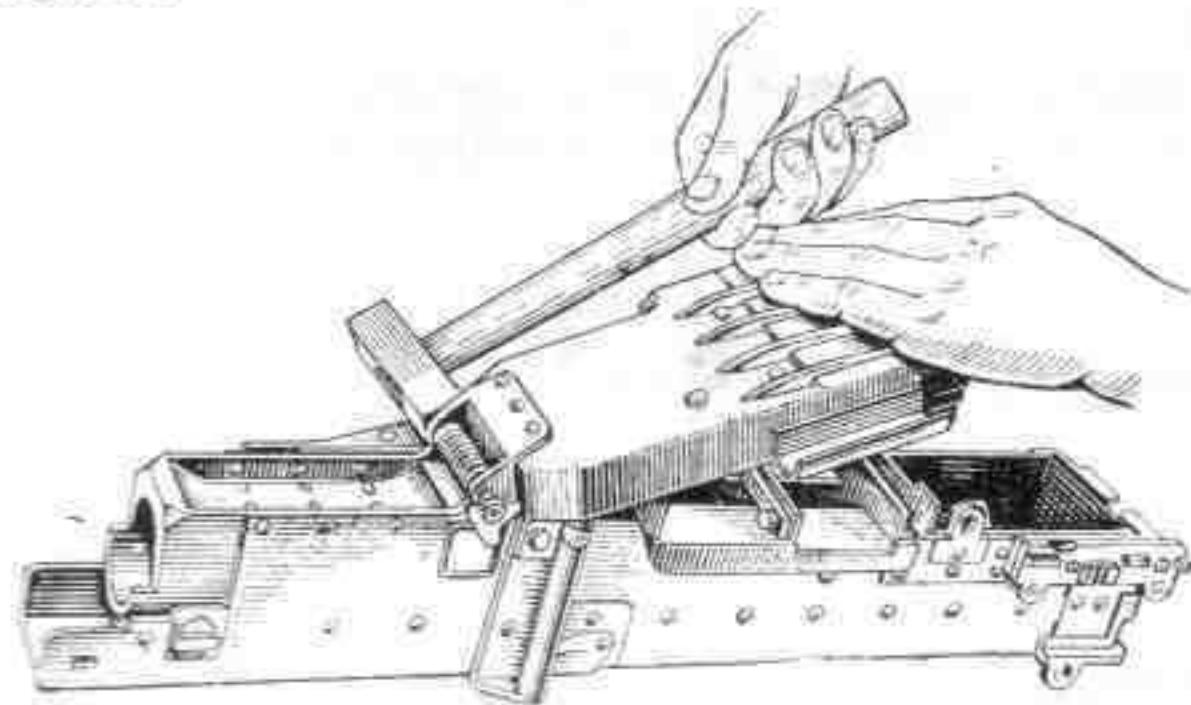

Рис. 15. Отделение оси крышки приемника
**2) Отделить крышку приемника.** Выбить молотком частично ось и затем рукой вынуть ее (рис. 15), отделить пружину и крышку приемника.